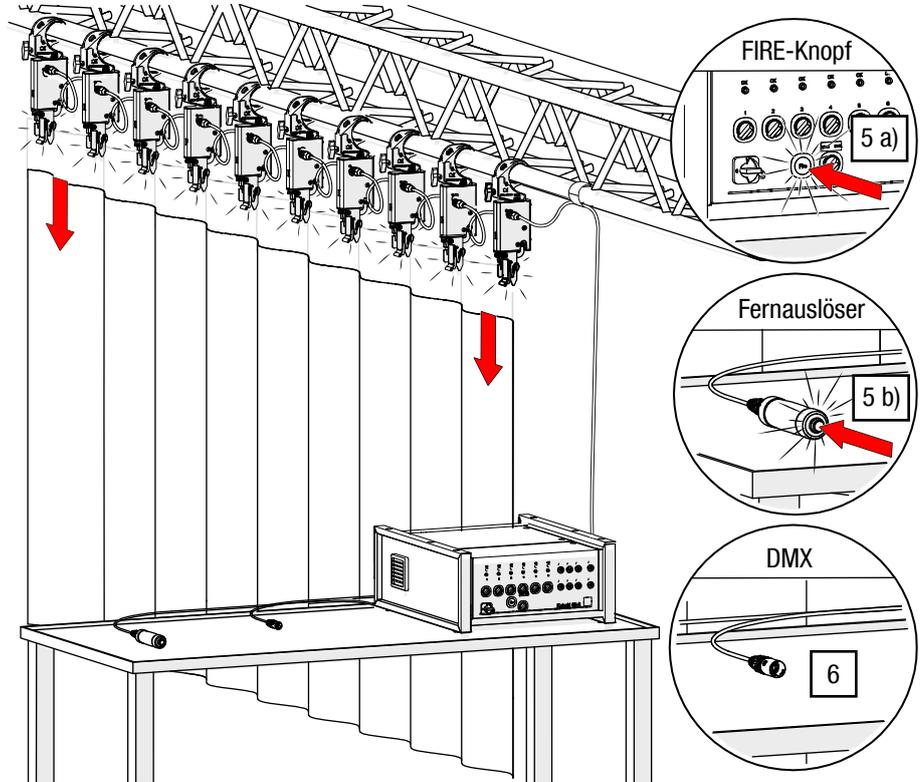

Abb. 34: Steuerung G-FRAME – FIRE-Befehl
5. b) Drücken Sie kurz die *FIRE*-Taste am externen Fernauslösetaster zur Auslösung der vorausgewählten Auslöseeinheiten (siehe Abb. 34).
6. Geben Sie den Auslösebefehl *FIRE* (siehe Abb. 34).